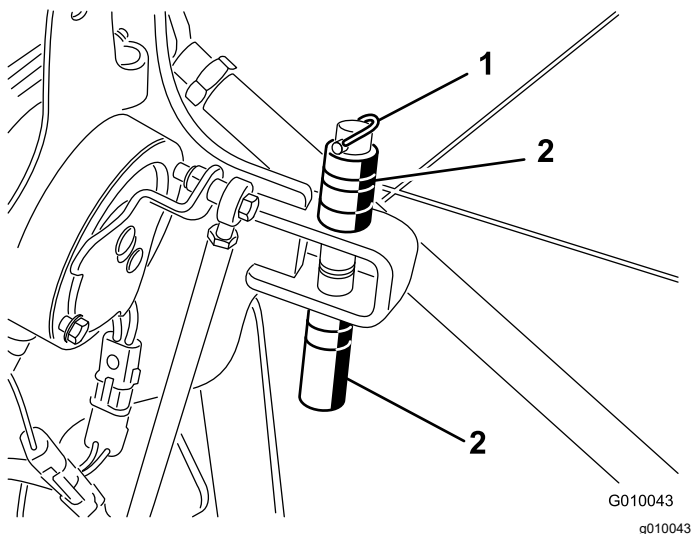

Figura 20
2. Retire el pasador de seguridad que retiene los espaciadores y los bulones de profundidad (Figura 20).